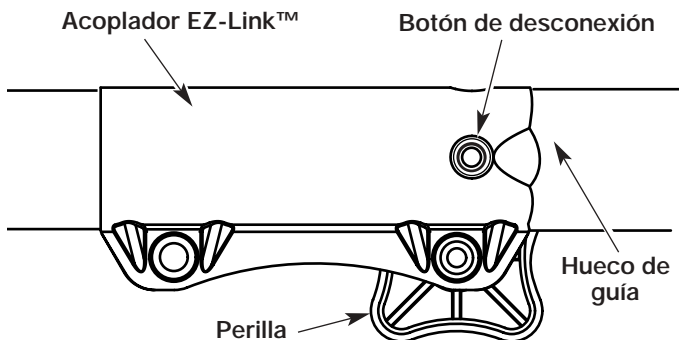

Figure 23
1. Gire la perilla en sentido antihorario para aflojarla (Fig. 23).
2. Opima y sostenga el botón de desconexión (Fig. 23).
**NOTA:** La alineación del botón de desconexión con el hueco de guía facilitará la instalación (Fig. 23).